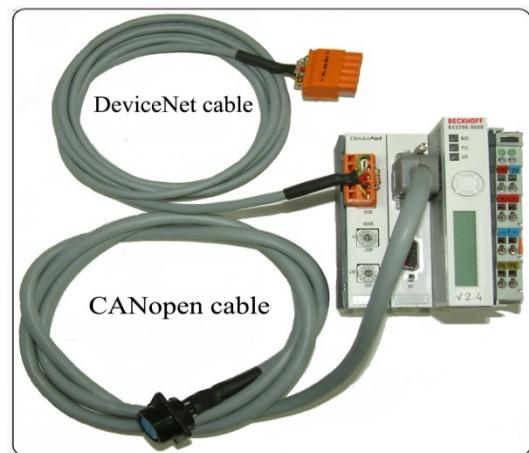

fig. 2.4
2.4 Art. 210.00 composition (fig. 2.4).